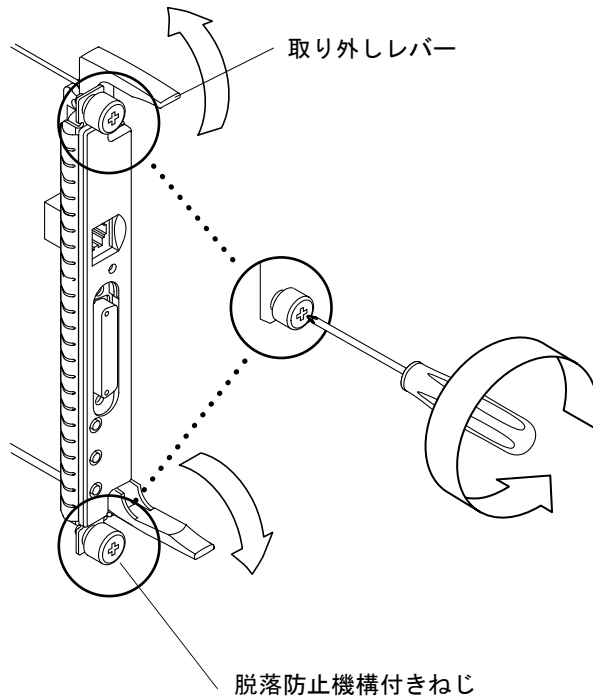

図 7-8 脱落防止機構付きねじおよび取り外しレバーの緩め方
5. プラスのねじ回し (Phillips の 2 番) で、システムコントローラボードの 2 本の脱落防止機構付きねじ (図 7-8) を緩めます。
6. ボードの取り外しレバーを外側に引き、ボードを外します (図 7-8)。
4. プラスのねじ回し (Phillips の 2 番) で、システムコントローラボードの 2 本の脱落防止機構付きねじ (図 7-8) を緩めます。
5. ボードの取り外しレバーを外側に引き、ボードを外します (図 7-8)。